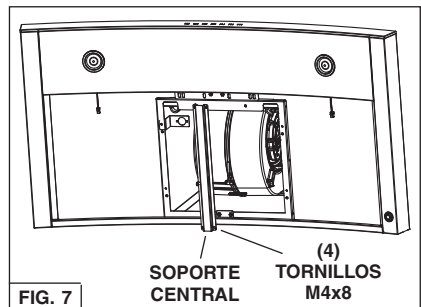

FIG. 7
- Instale el soporte central usando (4) tornillos M4x8. Fig. 7.